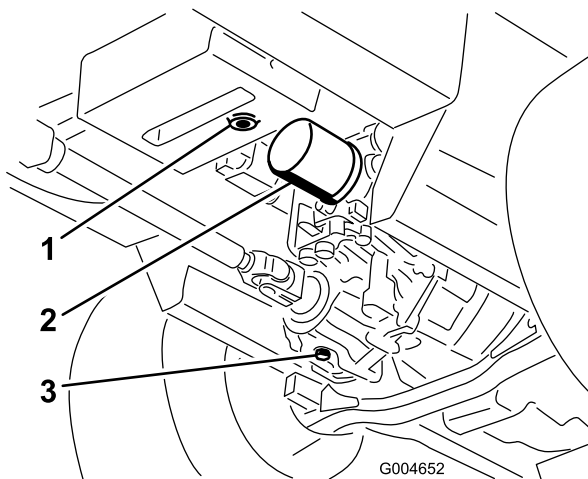

Figura 71
3. Coloque un recipiente grande debajo del depósito de aceite hidráulico y el alojamiento de la transmisión y retire los tapones; deje que se vacíe todo el aceite hidráulico (Figura 71).
4. Limpie la zona alrededor del filtro de aceite hidráulico y retire el filtro (Figura 71).